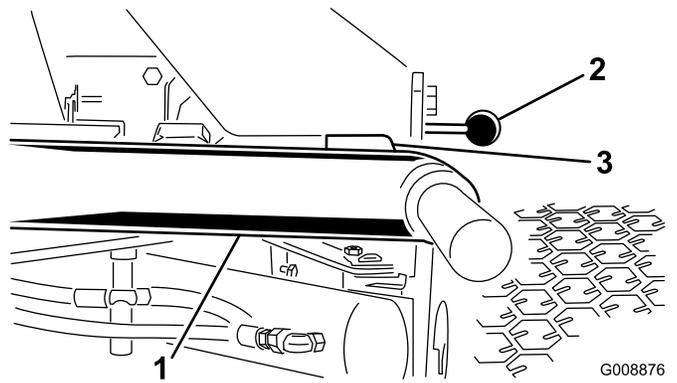

図 25
1. エンジンを始動し、昇降アームを上昇させて、各昇降アームと床面との距離が、5-8 mm になっていることを確認する 図 25。